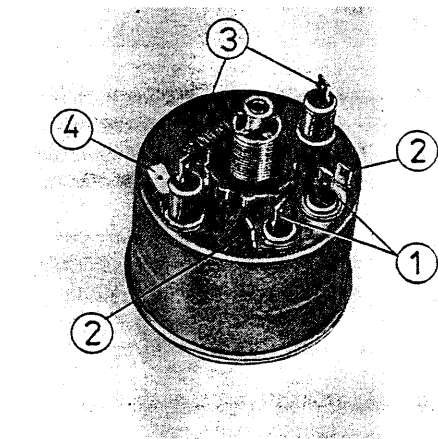

Fig. 112. Arrangement des lampes dans les instruments
Le tachymètre et le compte-tours sont éclairés pendant la marche nocturne. Cet éclairage est assuré par les lampes désignées par (3) à la fig. 112 qui sont mises à la masse par le raccord à fiche plate (4). L'éclairage du tachymètre est enclenché ensemble avec le feu de stationnement. Celui-ci sert ainsi en même temps au contrôle de ce mode d'éclairage.